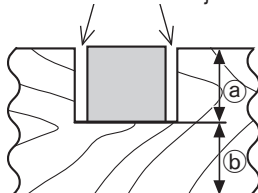

Fig. 52
Las ranuras podrán cortarse en la pieza de trabajo como se indica en la Fig. 52 regulando el perno de ajuste de profundidad de 6 mm.
- (2) Ajuste la profundidad de corte deseada regulando la distancia entre la hoja de sierra y la superficie de la mesa giratoria (consulte ⑥ de la Fig. 52).